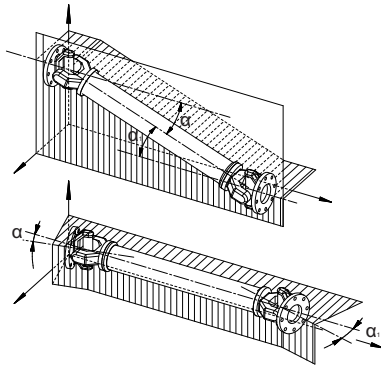

Рис. 4.6
- Пункт для смазки (В) и регулировочная гайка (А) должны быть легко доступны. См. Рис. 4.6.
- Для обеспечения равномерного движения ведомого вала необходимо, чтобы были выполнены следующие условия (см. Рис. 4.6):